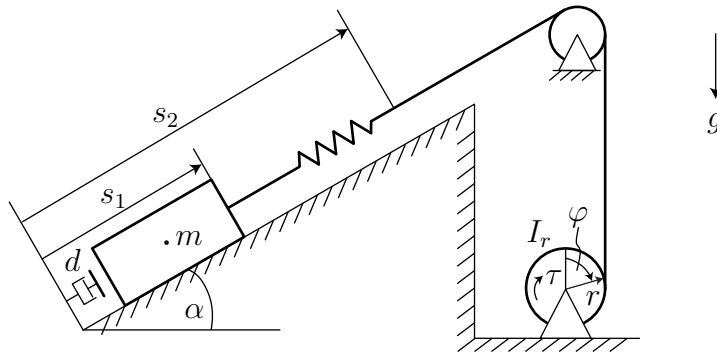

Abbildung 6: Masse auf schiefer Ebene.
3. Eine Masse  $m$  wird mithilfe einer Antriebsrolle (Massenträgheitsmoment  $I_r$ , Radius  $r$ ) reibungsfrei eine schiefe Ebene mit dem Winkel  $\alpha$  hinaufgezogen (Abbildung 6). Die Masse ist über ein Seil mit der Antriebsrolle verbunden. Der Teil des Seils, welcher direkt an der Masse befestigt ist, ist elastisch und wird mit der Seilkraft  $f_S = c(s - s_0)$  modelliert, wobei  $s_0$  die entspannte Länge und  $c$  die Federkonstante des elastischen Teils des Seils ist. An der Umlenkrolle wird das Seil reibungsfrei geführt. An der Antriebsrolle wirkt das Drehmoment  $\tau$ .